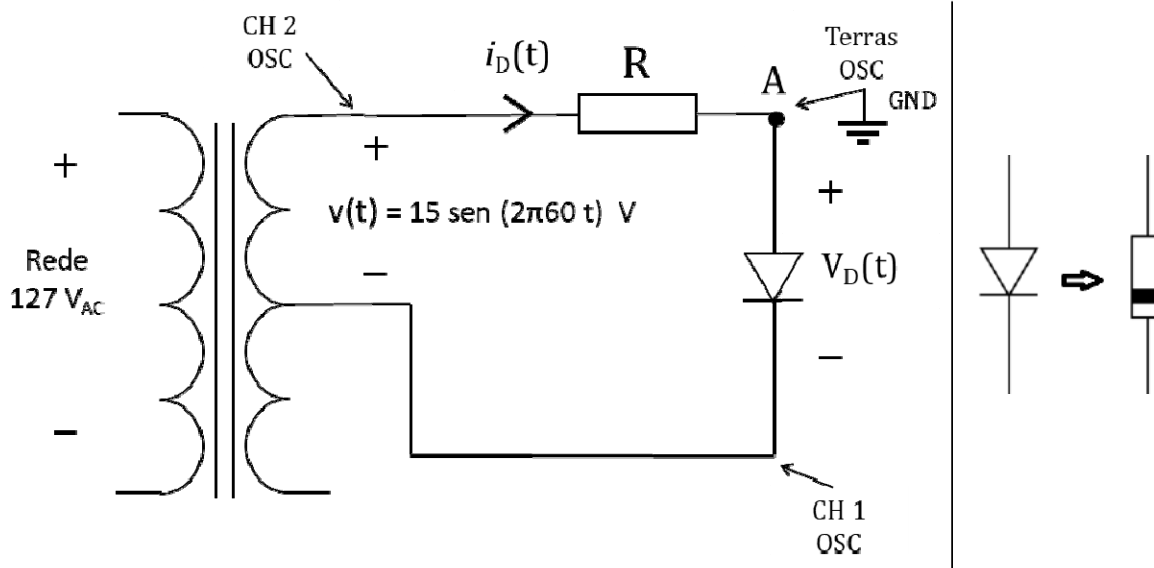

Fig. 5 - Circuito para medir curvas $I \times V$ do diodo 1N4007 e do diodo Zener
2.1 Monte o diodo **1N4007** como no circuito da Fig. 5, na placa-padrão.
2.4 Monte o diodo **Zener** como no circuito da Fig. 5, na placa-padrão.